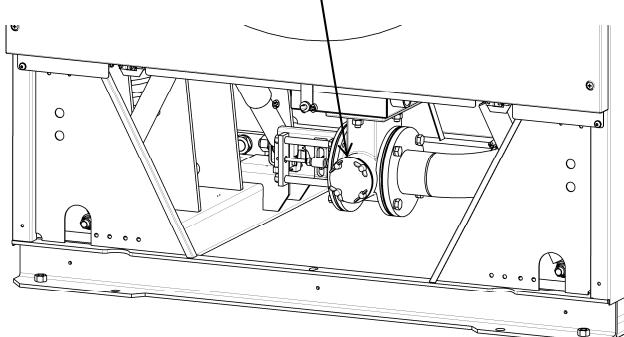

図8-14
- ・ 前面下部カバーを外します。(図8-14)
- ・ 前面に⑯掃除口フタが見えます。